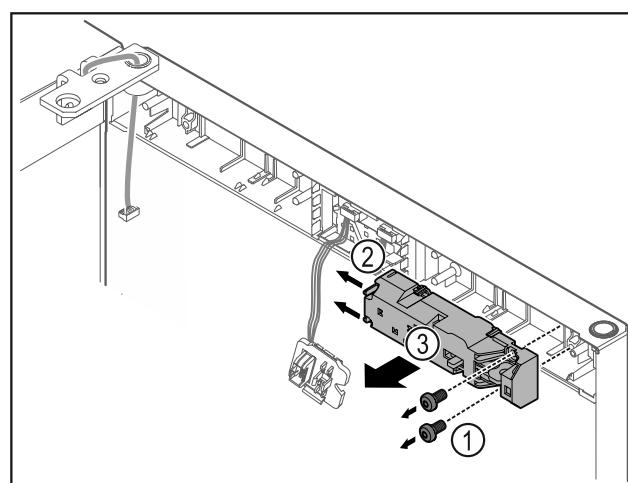

Fig. 20
- Odvrnite vijke Fig. 20 (1).
- Pritisnite ježičke Fig. 20 (2) na stranu i skinite daljinsku bravu Fig. 20 (3).